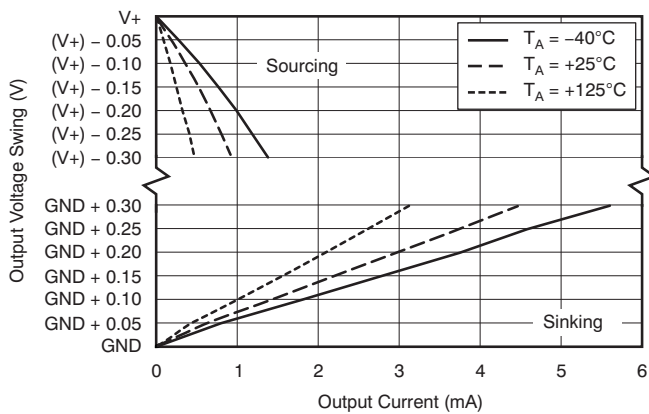

Figure 9.
(1) RTI: 以输入为基准。
(2) 由于 V_{CM} 为电源电压, CMRR 与 PSRR 一致。
(3) 请见典型特征图, 输出摆动至电源轨(Figure 9)。